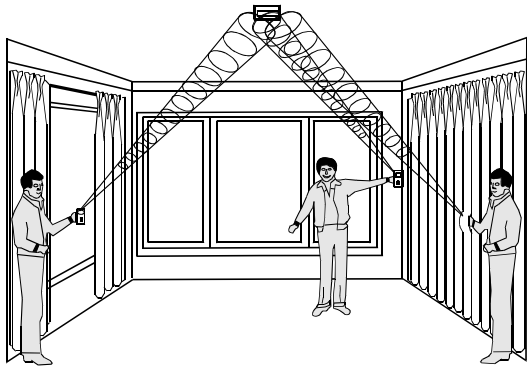

Figura 10. Pruebas con el MCT-501
4.3 Pruebas del detector (ver Figura 10).